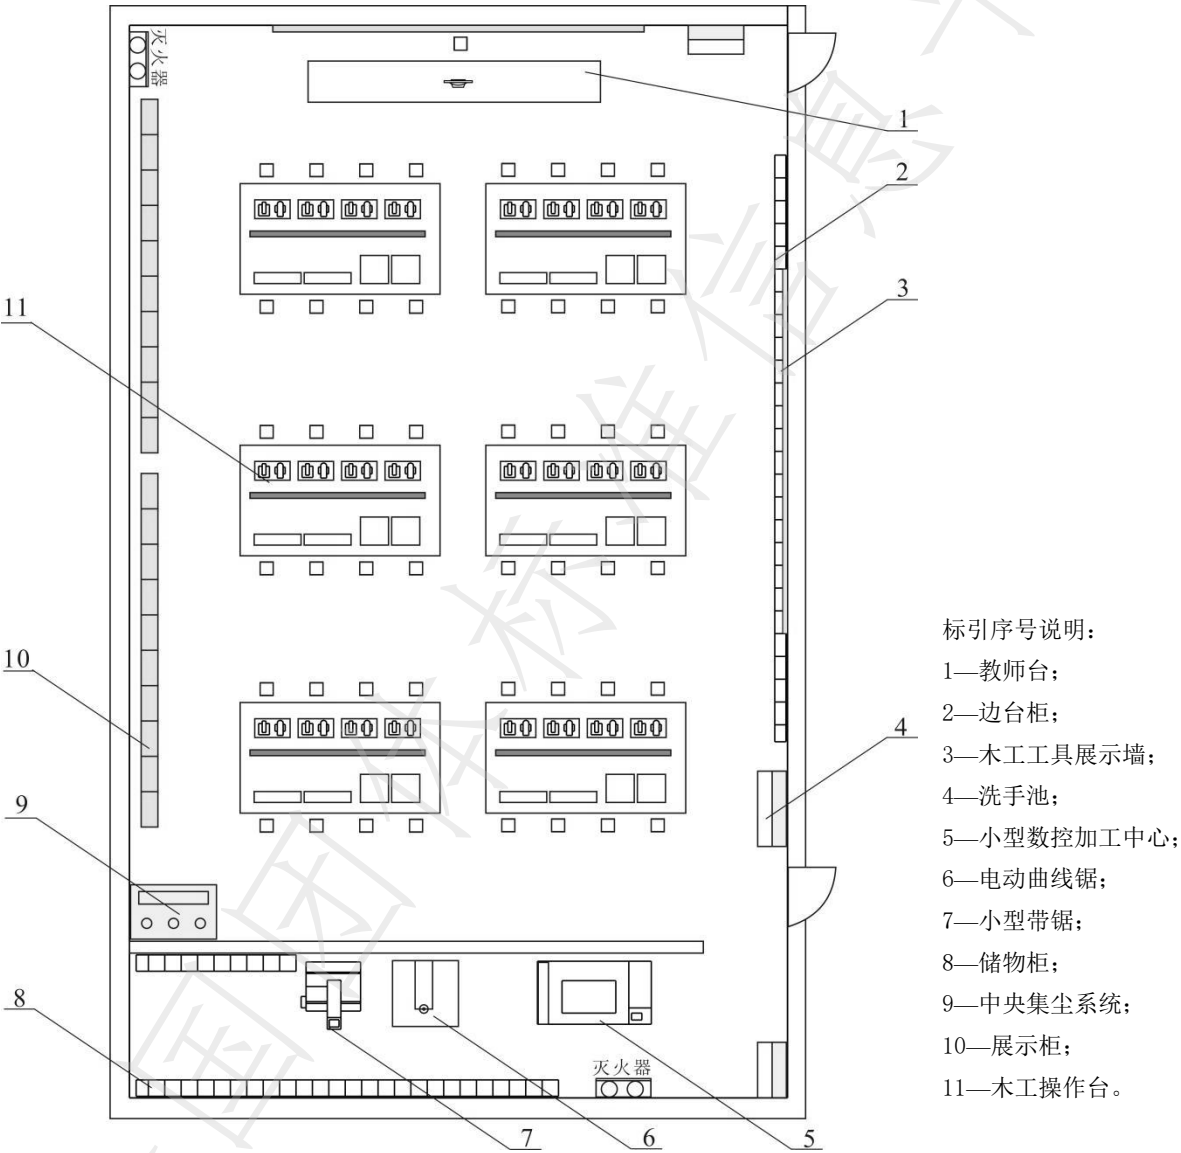
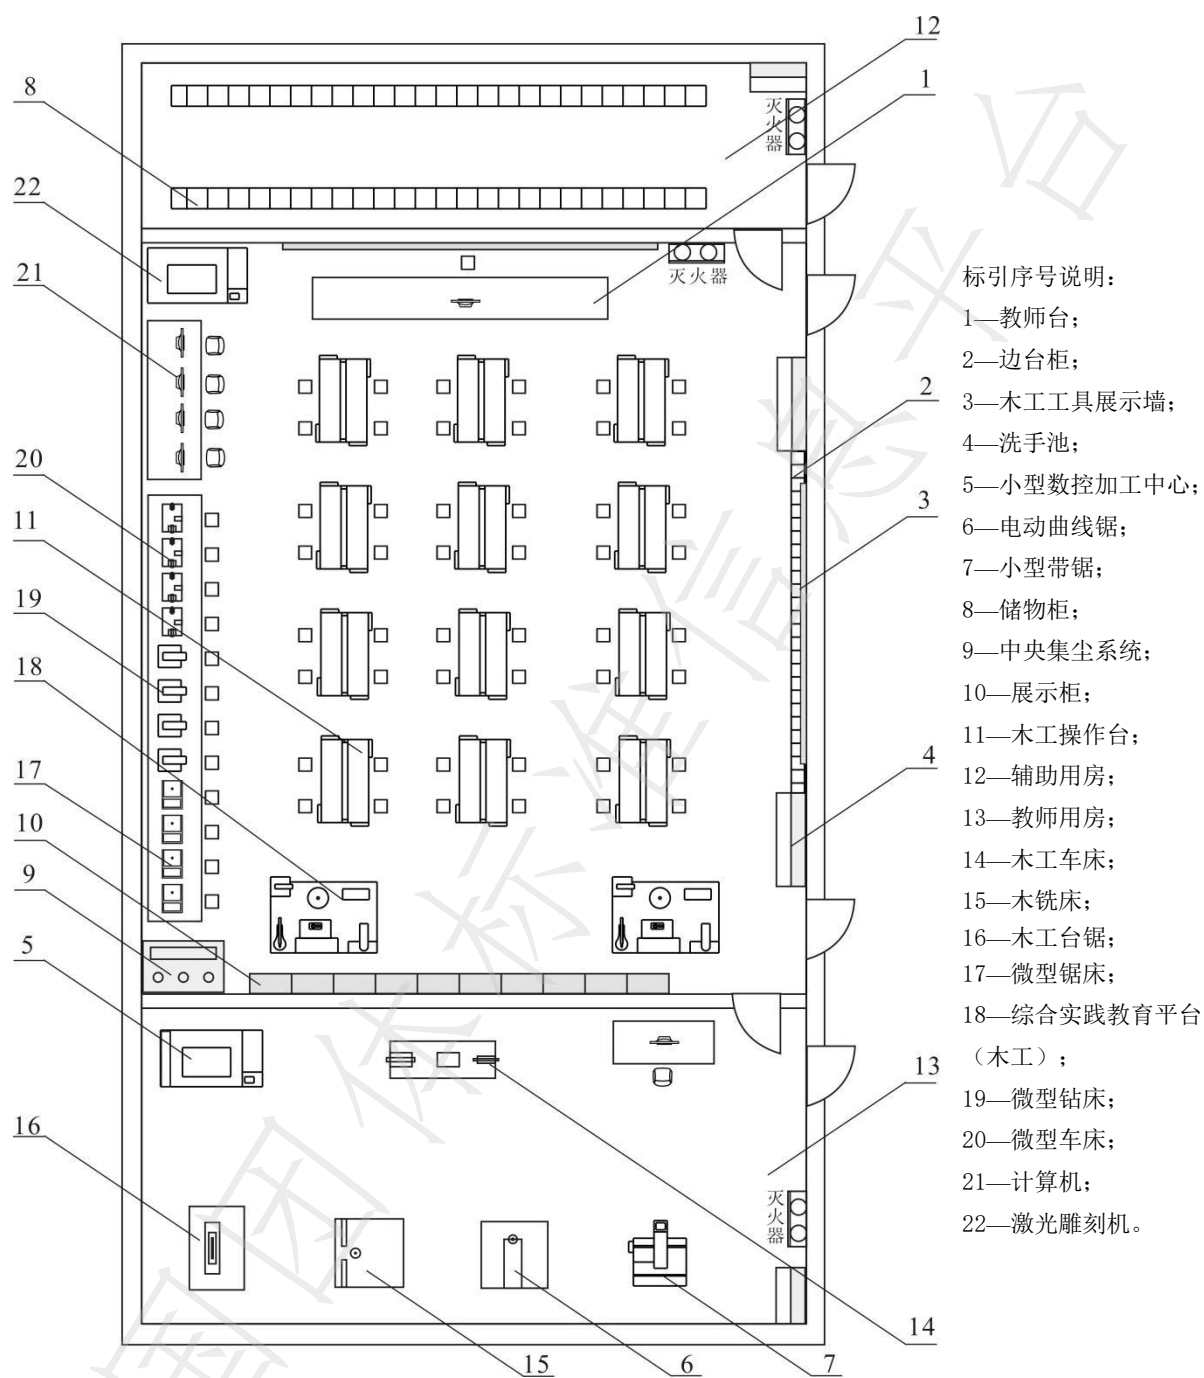

图 A.1 木工教室布置示意图（一）
图 A.2 木工教室布置示意图（二）
A.1 木工教室的布置示意图 A.1 和图 A.2。各图均为示意图，实际配备时可以根据场地面积、班级人数及设备器材进行调整。